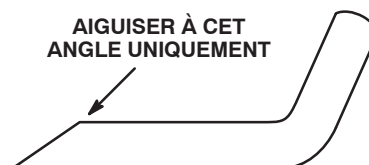

Figure 65
3. Examinez les tranchants de toutes les lames et aiguissez-les s'ils sont émoussés ou ébréchés. Pour que les lames soient bien coupantes, aiguissez uniquement la partie supérieure du tranchant en conservant l'angle de coupe d'origine (Fig. 65). Limez la même quantité de métal sur chacun des deux tranchants pour ne pas déséquilibrer la lame.